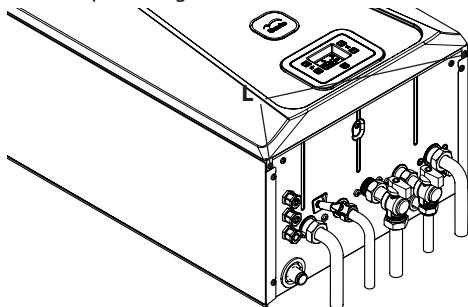
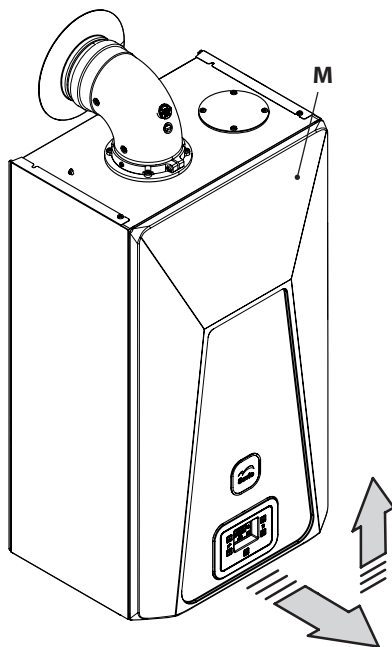

Figura 5.23
Figura 5.24
- Svitare le viti **L** (Figura 5.23) e rimuovere il pannello frontale **M** tirandolo a sé e quindi spingendolo verso l'alto in modo da liberarlo dalle sedi superiori Figura 5.24.